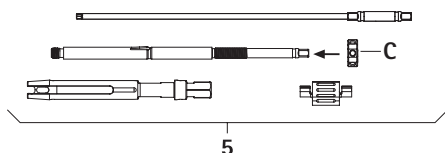

Fig. 11
- Avvitare il dado di serraggio **C** sulla camicia interna, vedere Fig. 11.